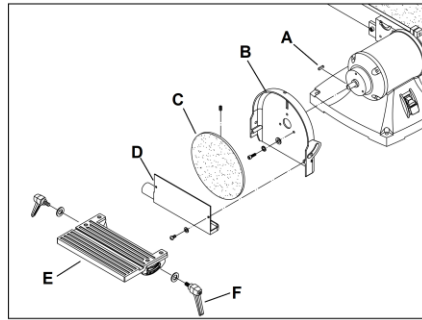

Рис. 5
2. Снимите клейкую ленту с шпонки (А, рис.5) и якоря. Наденьте алюминиевый диск с абразивным диском (С, рис.5) на якорь так, чтобы шпоночный паз в диске совпадал со шпонкой в якоря. Закрепите диск на якоря установочным винтом.
3. Установите дисковый пылесборник (D, рис.5) на защитный кожух диска (В, рис.5) снизу 9-дюймового диска с выпускным отверстием сзади инструмента. Закрепите пылесборник на защитном кожухе диска с помощью двух винтов с поддонными головками и плоских шайб.
4. Выдвижной дисковый стол (Е, рис. 5) с прикрепленной цапфой к выступающим выступам с каждой стороны защитного кожуха диска. Установите две ручки и плоские шайбы через цапфу в резьбовые отверстия с каждой стороны защитного кожуха диска.
5. Установите стол в нужное положение и закрепите его ручками (F, рис.5).